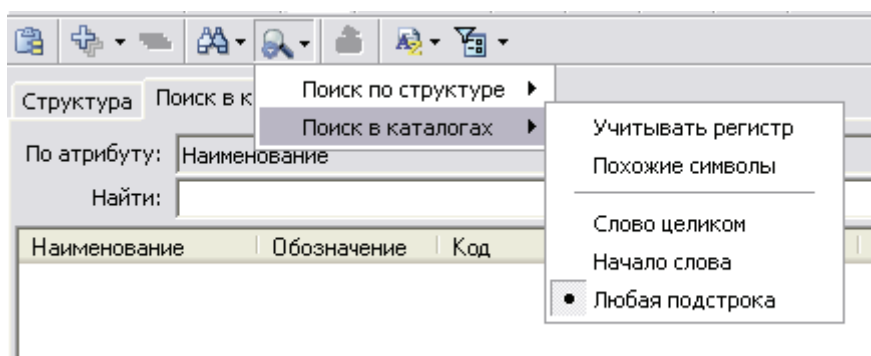

Рис. 3.69
4. Прежде чем вводить параметры поиска, сделайте настройки. Для этого нажмите на кнопку **Настройки поиска** , укажите пункт **Поиск в каталогах** и выберите параметры для поиска (Рис. 3.69).